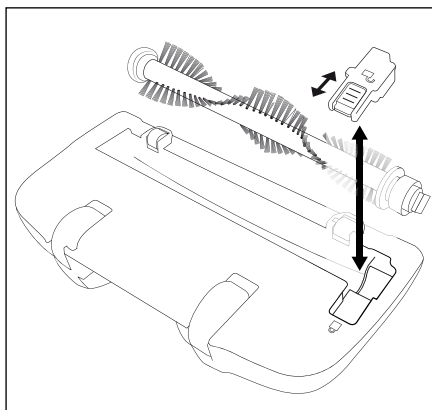

Fig. 4
- 2) Desloque o dispositivo de bloqueio da placa de cobertura no sentido do símbolo **16** de modo a poder retirar a mesma (fig. 4).
- 7) Volte a colocar a placa de cobertura e bloqueie-a, rodando-a no sentido do símbolo  (fig. 4).